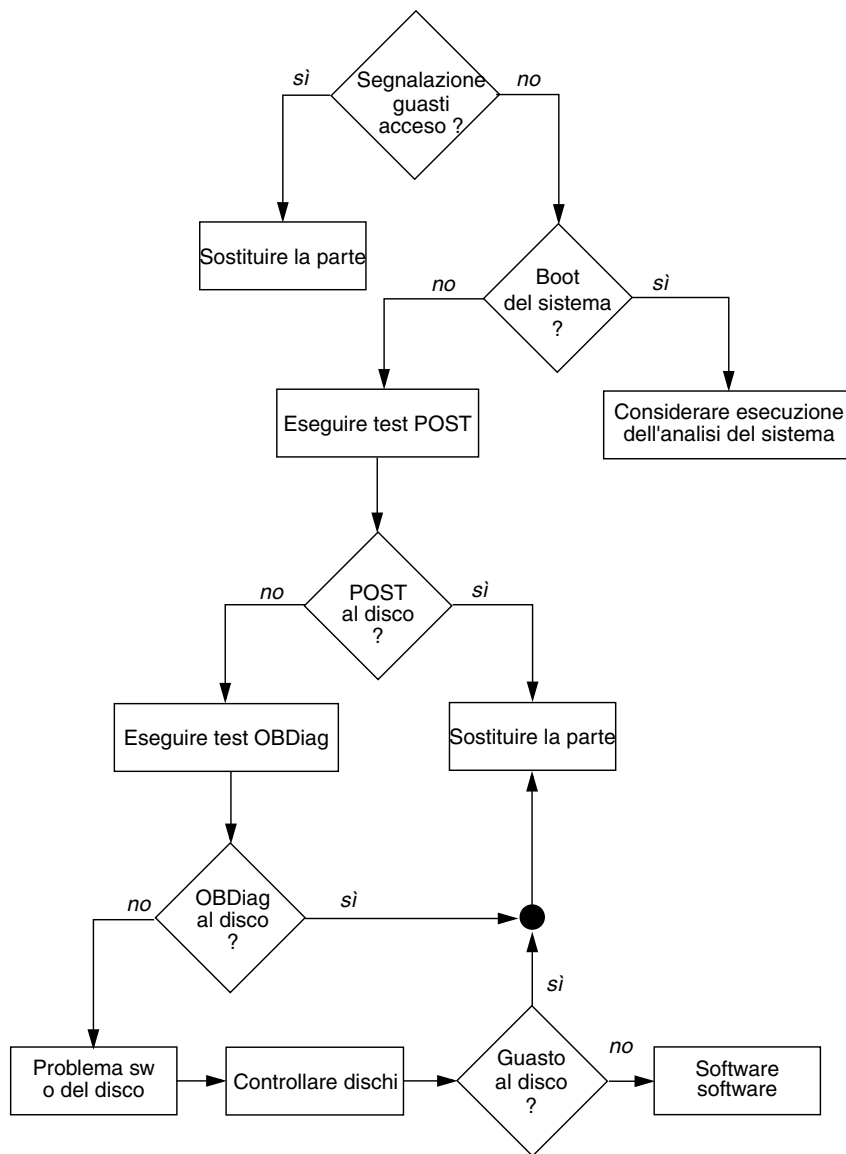

FIGURA 10-1 Scelta di uno strumento per l'isolamento dei guasti hardware
- Se *è possibile* eseguire il boot, è opportuno utilizzare uno strumento più completo. Nella FIGURA 10-1 viene illustrato il tipico processo di isolamento dei guasti.